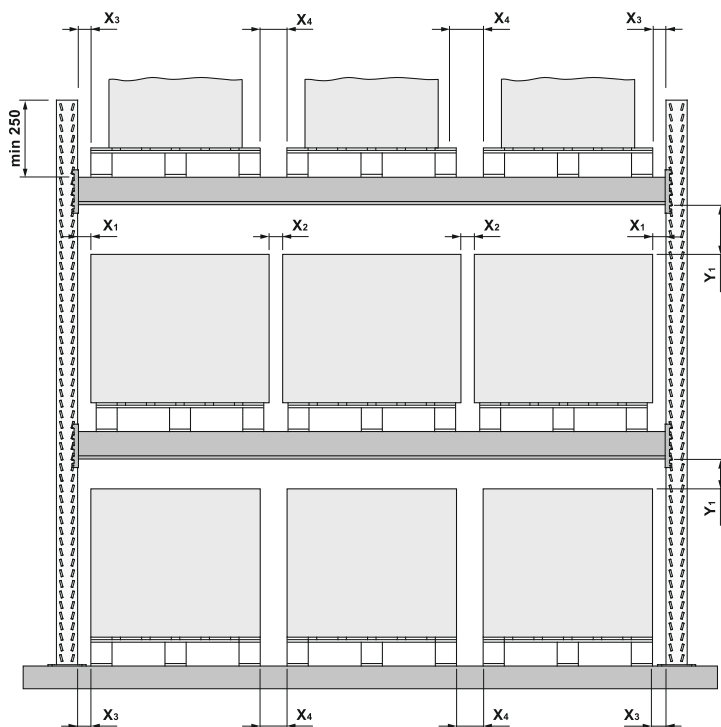

Рисунок 7 - Расположение грузовой единицы на стеллаже
- ▶ Не допускается слишком близкое расположение грузовых единиц друг к другу. Расстояния между грузовыми единицами и элементами стеллажа должны быть не менее допустимых значений (рис. 7);